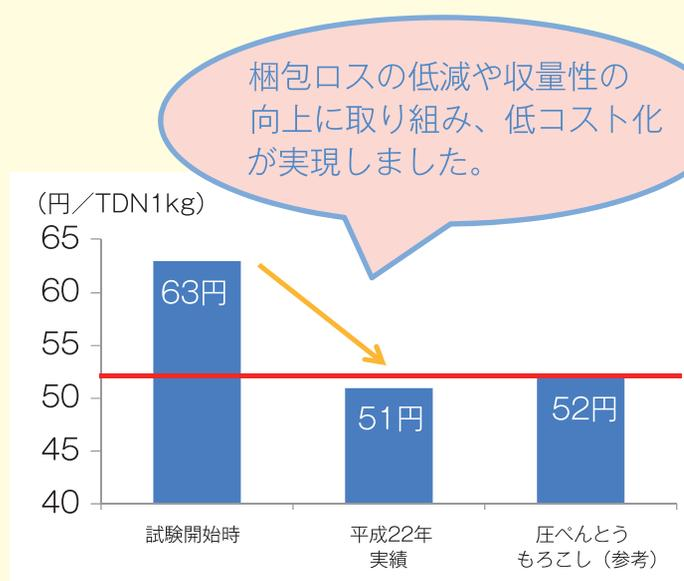

図11. 生産コストの比較
- 梱包ロスの低減等により、圧ぺんとうもろこし価格と同等の生産コストを実現しています（図11）。